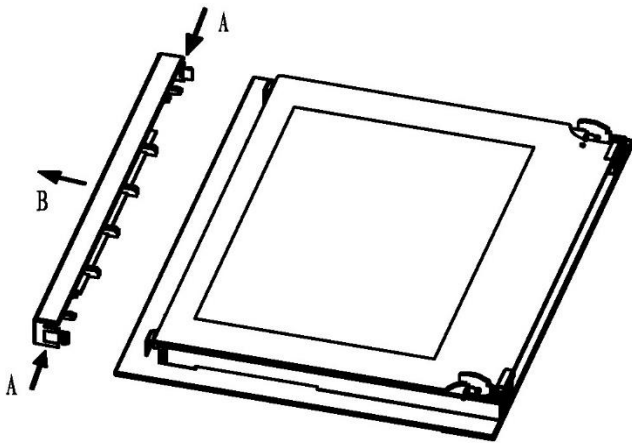

Fig. 1
1. Appuyez sur le bouton à gauche et à droite de la porte, retirez le rail supérieur. (Fig. 1)